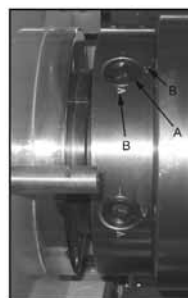

Fig. 3
5. Løft opp chucken til spindelspissen og press den på spindelen. Dra den fast med chuckskrueene (en 1/4 omdr, medurs). Markeringen (A, fig. 3) på chuckskrueene skal stå mellom de to pilene når chuckskrueen er dratt til (B, fig. 3). Om markeringen ikke befinner seg mellom de to pilene, ta av chucken igjen og juster tappene ved å enten skru dem ut en hel omdr (om stiften ikke butter i) eller skru dem inn en hel omdr (om stiften er utenfor markeringene).